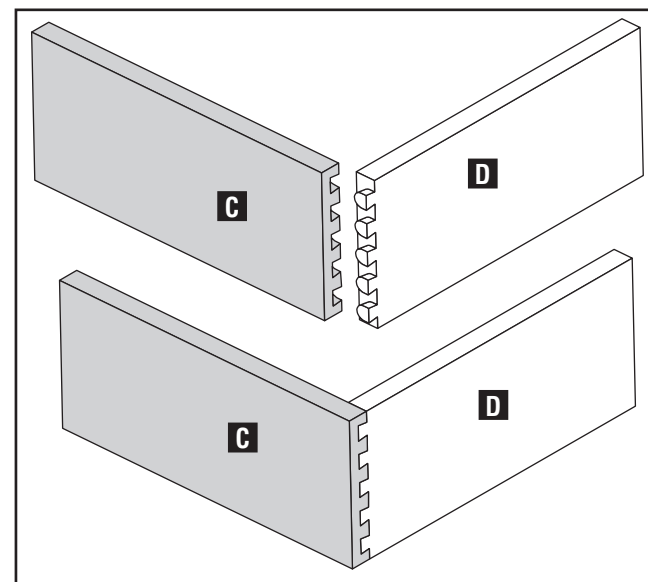

Fig. F3
Al seleccionar las tablas para esta junta, asegúrese de que la altura de la cola sea menor que el espesor de la tabla con espiga (C) Fig. F3.